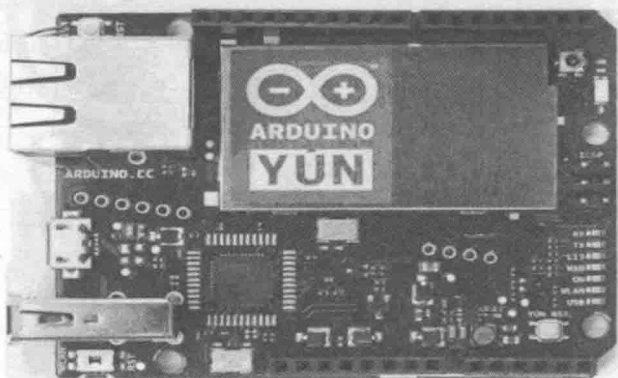

图 1-4 Arduino Yún
(4) Arduino Yún (见图 1-4)。Arduino Yún 的特点是采用了 ATmega32U4 处理器, 同时还带有 AtherosAR9331, 可支持基于 OpenWRT (即 Linino) 的 Linux 通信功能。